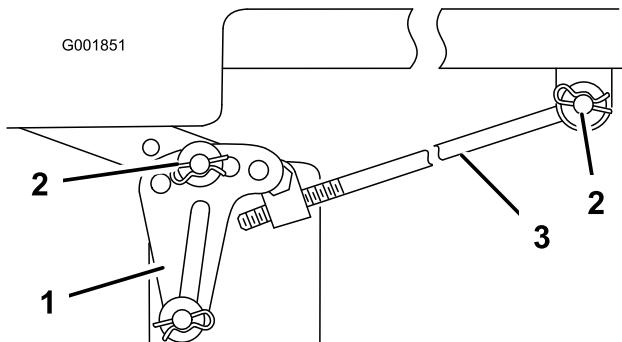

Bild 57
Hinweis: Merken Sie sich vor dem Entfernen des Mähwerks, welche Löcher in den Nivellierhalterungen verwendet werden (Bild 57).
5. Entfernen Sie den Splint und die Scheibe von der Einstellstange (Bild 57) an jeder Seite des Mähwerks.
6. Entfernen Sie den Splint und die Scheibe von den Mähwerk-Nivellierhalterungen (Bild 57). Merken Sie sich das Loch, in dem die Nivellierhalterung befestigt ist, für den Wiederzusammenbau. Schieben Sie die Bügel vom Montagestift herunter.
6. Befestigen Sie die Einstellstange an jeder Seite des Mähwerks mit der Scheibe und dem Splint an der Maschine (Bild 57).
7. Schieben Sie die Nivellierhalterungen auf die Befestigungsstifte und befestigen Sie die Halterungen mit den Scheiben und Splints ab (Bild 57).